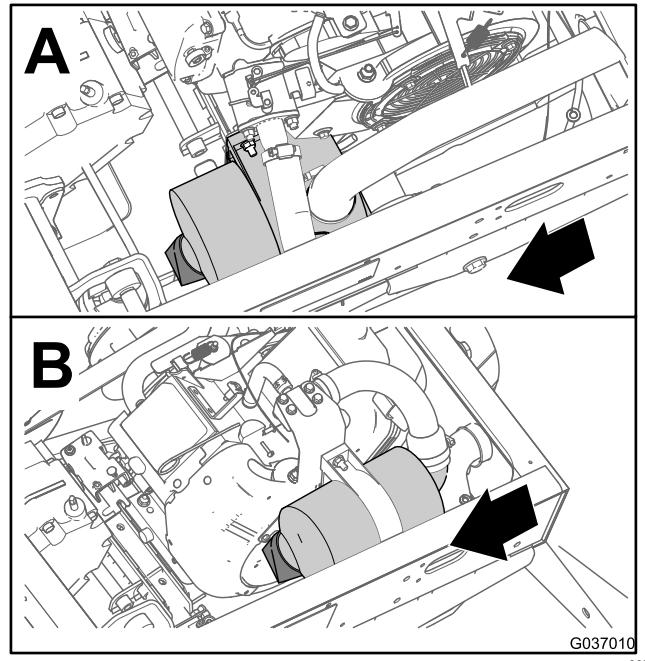
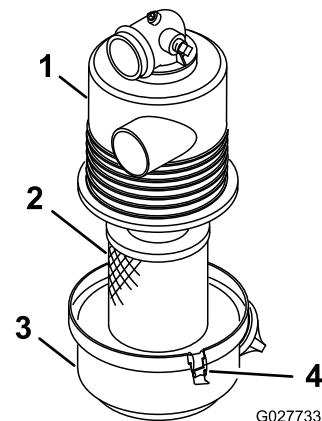

Figura 32
Figura 33
- Inspeccione la carcasa del limpiador de aire en busca de desperfectos que pudieran causar una fuga de aire (Figura 32 y Figura 33).
3. Abra los enganches que sujetan la tapa del filtro de aire a la carcasa del filtro de aire (Figura 33).
4. Separe la tapa del filtro de aire de la carcasa del filtro de aire, y límpie el interior de la tapa (Figura 33).
3. Instale el elemento del filtro de aire en la carcasa del filtro de aire (Figura 33).
4. Alinee la tapa del limpiador de aire con la carcasa del limpiador de aire (Figura 33).
5. Sujete la tapa a la carcasa con los enganches (Figura 33).